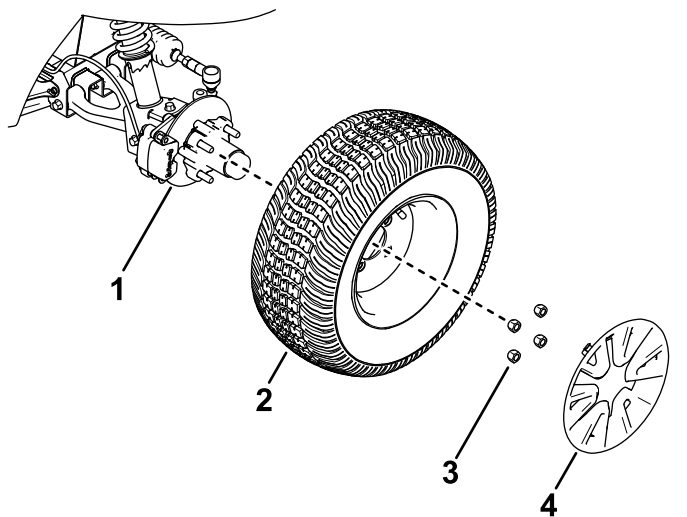

Bild 20
2. Nehmen Sie die Radkappe und die vier Radmuttern ab, mit denen das Rad an der Radnabe befestigt ist (Bild 20).
4. Fluchten Sie die Löcher im Rad mit den Bolzen der Nabe aus und montieren das Rad so an der Nabe, dass das Reifenventil außen ist (**Bild 20**).
5. Befestigen Sie das Rad mit den Radmuttern an der Nabe (**Bild 20**).